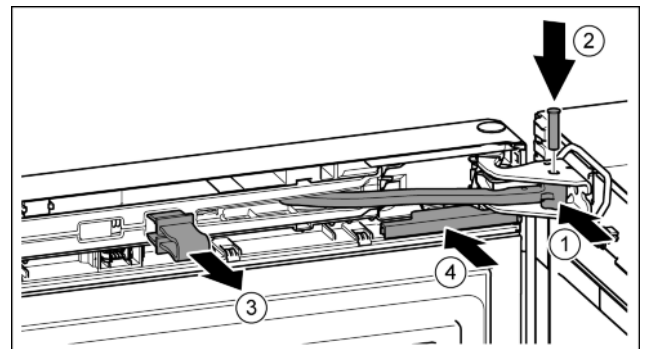

Fig. 26
- ▶ Gelenk in Lagerbock drehen. Fig. 26 (1)
- ▶ Bolzen in Lagerbock und Gelenk einsetzen. Dabei darauf achten, dass der Rastnocken korrekt in der Nut sitzt. *Fig. 26 (2)*
- ▶ Sicherung abnehmen. *Fig. 26 (3)*
- ▶ Abdeckung aufschieben. *Fig. 26 (4)*